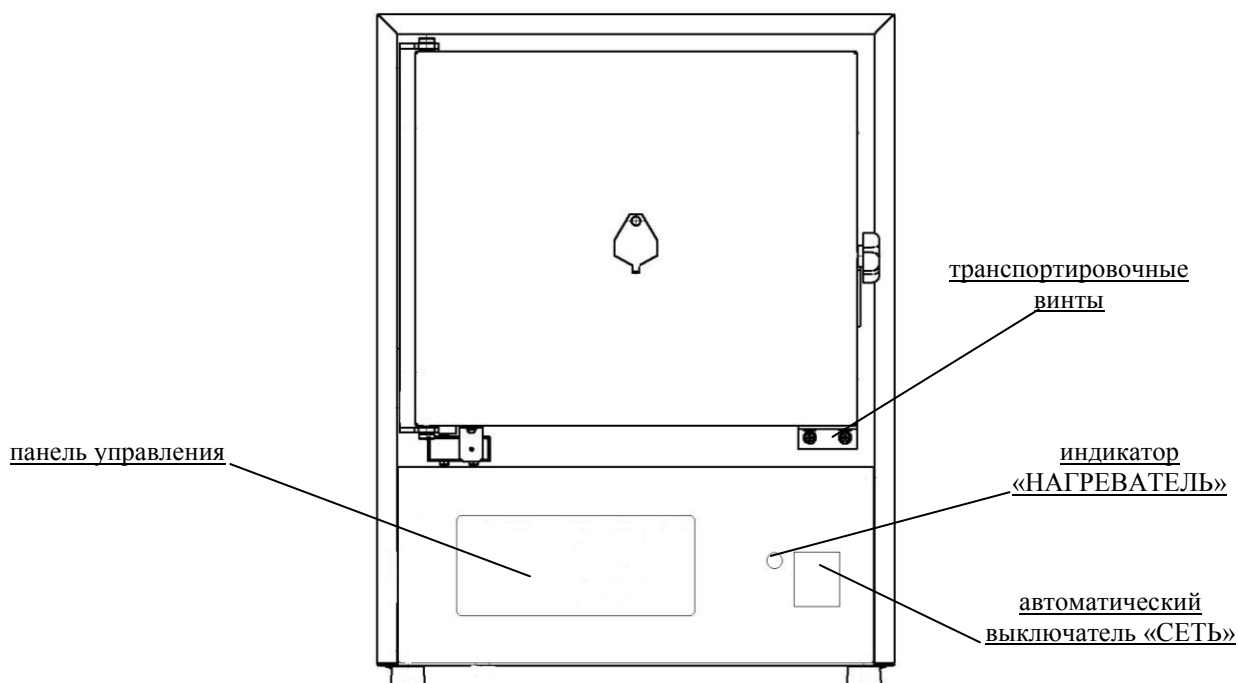

Рисунок 1 – Общий вид электропечи с многоступенчатым блоком управления.
- снять фиксатор двери, открутив 4 винта (рисунок 1 или 3);
8.3.1 Включить выключатель «СЕТЬ» на лицевой панели электропечи (рисунок 1, 2), при этом на цифровом индикаторе «» загорится «1» (первая ступень). Цифровые индикаторы, на которые выводится значение параметра, начинают мигать – регулятор находится в режиме «ВВОД». Включен индикатор параметра – «°C».